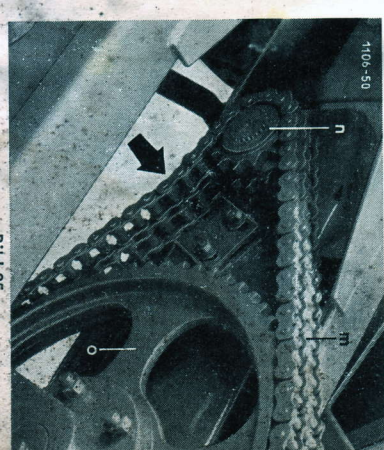

Bild 35
**regelmäßig nachspannen** (ähnlich Hauptkette m in Bild 35) – **wöchentlich reinigen** und mit Mischung aus gleichen Teilen Motoröl und Dieselöl **schmieren** – **erstmalig nach etwa 8 Betriebsstunden**.
Beim Reinigen auch den Schmutz zwischen den Zähnen der Kettenräder entfernen (siehe n und o in Bild 35).